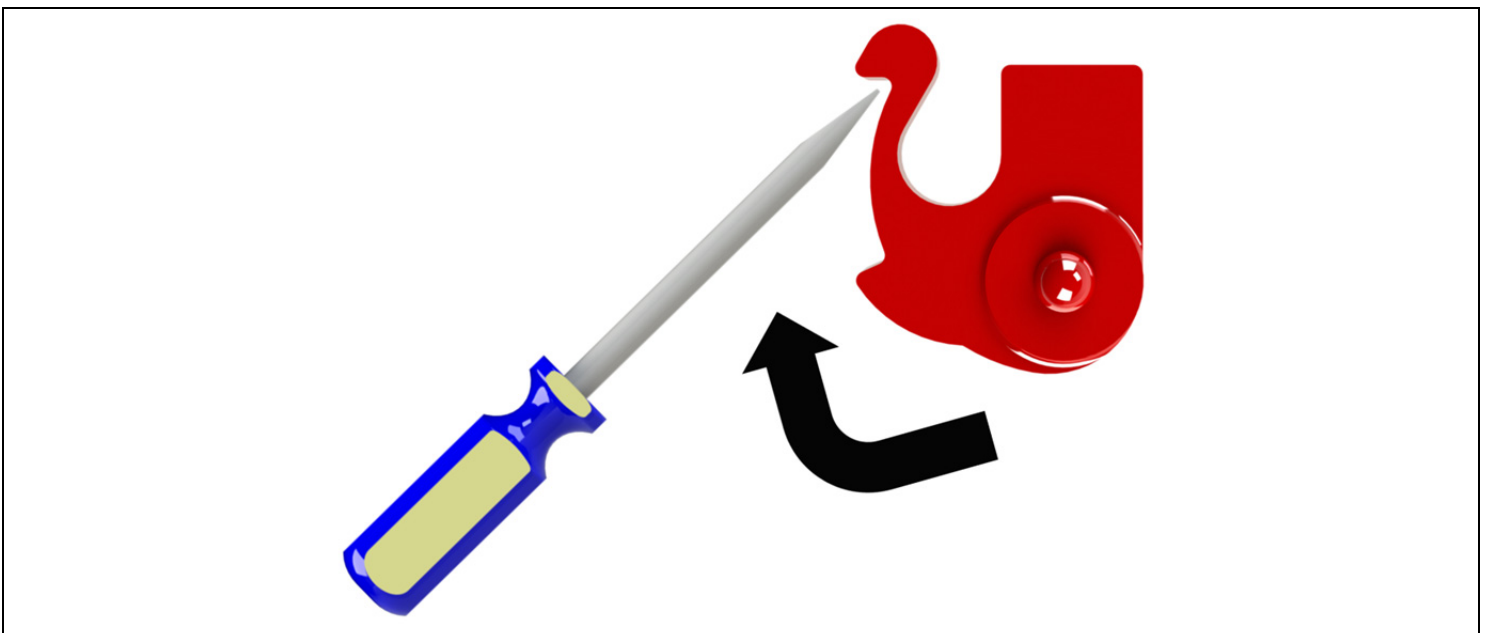

Figure 28. Étape de Montage 5
- Repérer les clips de roulement aux extrémités de l'axe de transmission. Insérer un tournevis à tête plate dans la rainure indiquée dans la *Figure 28*, ci-dessous. Tout en appuyant vers l'intérieur sur le bras du clip de roulement, faire tourner le collier de roulement dans le sens des aiguilles d'une montre.